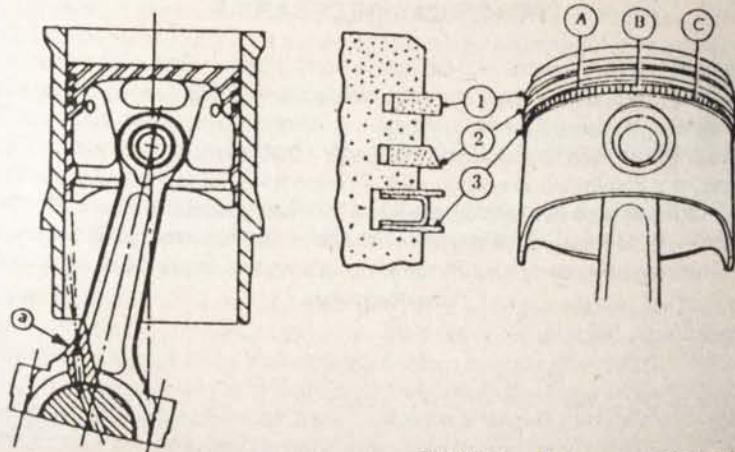

Fig. 2-24.— Pistones y anillos. Lubricación
Las bielas de estos motores tienen una boquilla (a) (Fig. 2-24) que lanza un chorro de aceite a la pared izquierda de cada cilindro, para la continua lubricación de cada pistón. Los pistones, de aleación de aluminio, entran suavemente en las camisas, con un juego radial de 0,06 mm. Tienen 3 anillos: el superior cromado (1), que se monta con su corte a 90° de la dirección del pasador, el (2), con su corte a 120° del anterior y el de lubricación (3), con su corte en la dirección del pasador. Los cortes (A) y (C) de los suplementos superior e inferior, dejarlos a unos 20 mm. del centro.